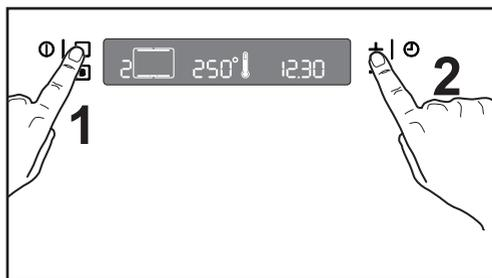

Рис. 3
3. Дважды нажмите на кнопку  и выберите режим “Нагрев сверху и снизу”  (Рис. 3).